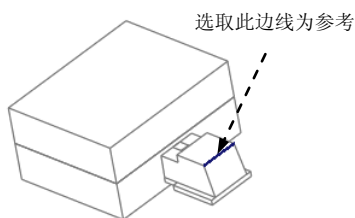

图 27.49 选取参考
Step4. 在系统弹出的“创建选项”对话框中选中 创建特征单选项，然后单击 **确定** 按钮。系统弹出“模具特征”菜单。单击 **模具** 功能选项卡 **形状** 区域中的 旋转按钮，此时系统弹出“旋转”操控板；在出现的操控板中，确认“实体”类型按钮 被按下；创建基准点 PNT0，该基准点在下步将被作为创建基准平面的参考点。单击 **模具** 功能选项卡 **基准** 区域中的“创建基准点”按钮 ，系统弹出“基准点”对话框，选取图 27.49 所示的边线为参考边，然后输入偏移值 0.5，单击“基准点”对话框中的 **确定** 按钮；创建基准平面 DTM1，